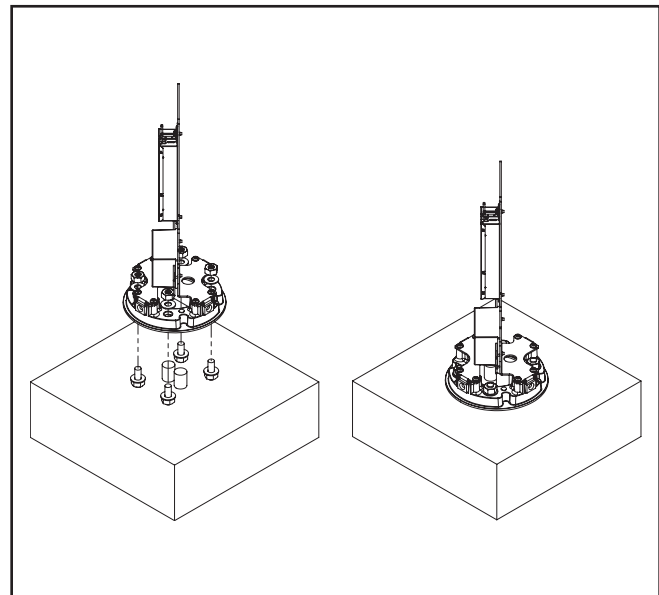

Figura 3.
6. Inserte el conjunto del controlador de la base en los pernos de anclaje, asegurándose de que esté asentado sobre las arandelas. (Figura 3)